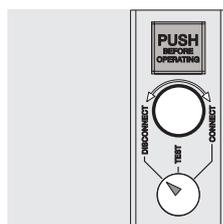

Abbildung 40
- Leistungsschalter in Außenstellung (siehe Abbildung 40).